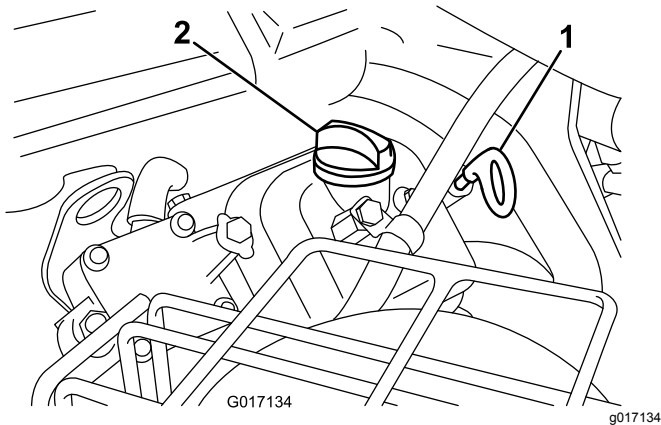

Figura 42
- Introduzca la varilla en el tubo y enrósquela en el tubo (Figura 42).